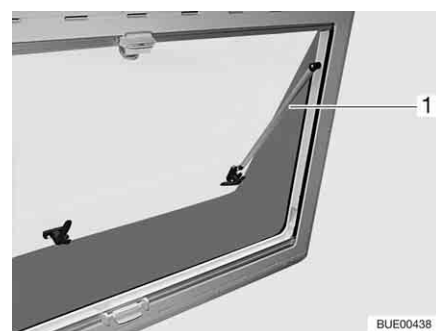

Fig. 56 Finestra apribile con deflettore automatico
- Aprire la finestra apribile fino al punto di arresto desiderato. Il deflettore automatico (Fig. 56,1) si innesta automaticamente in posizione.